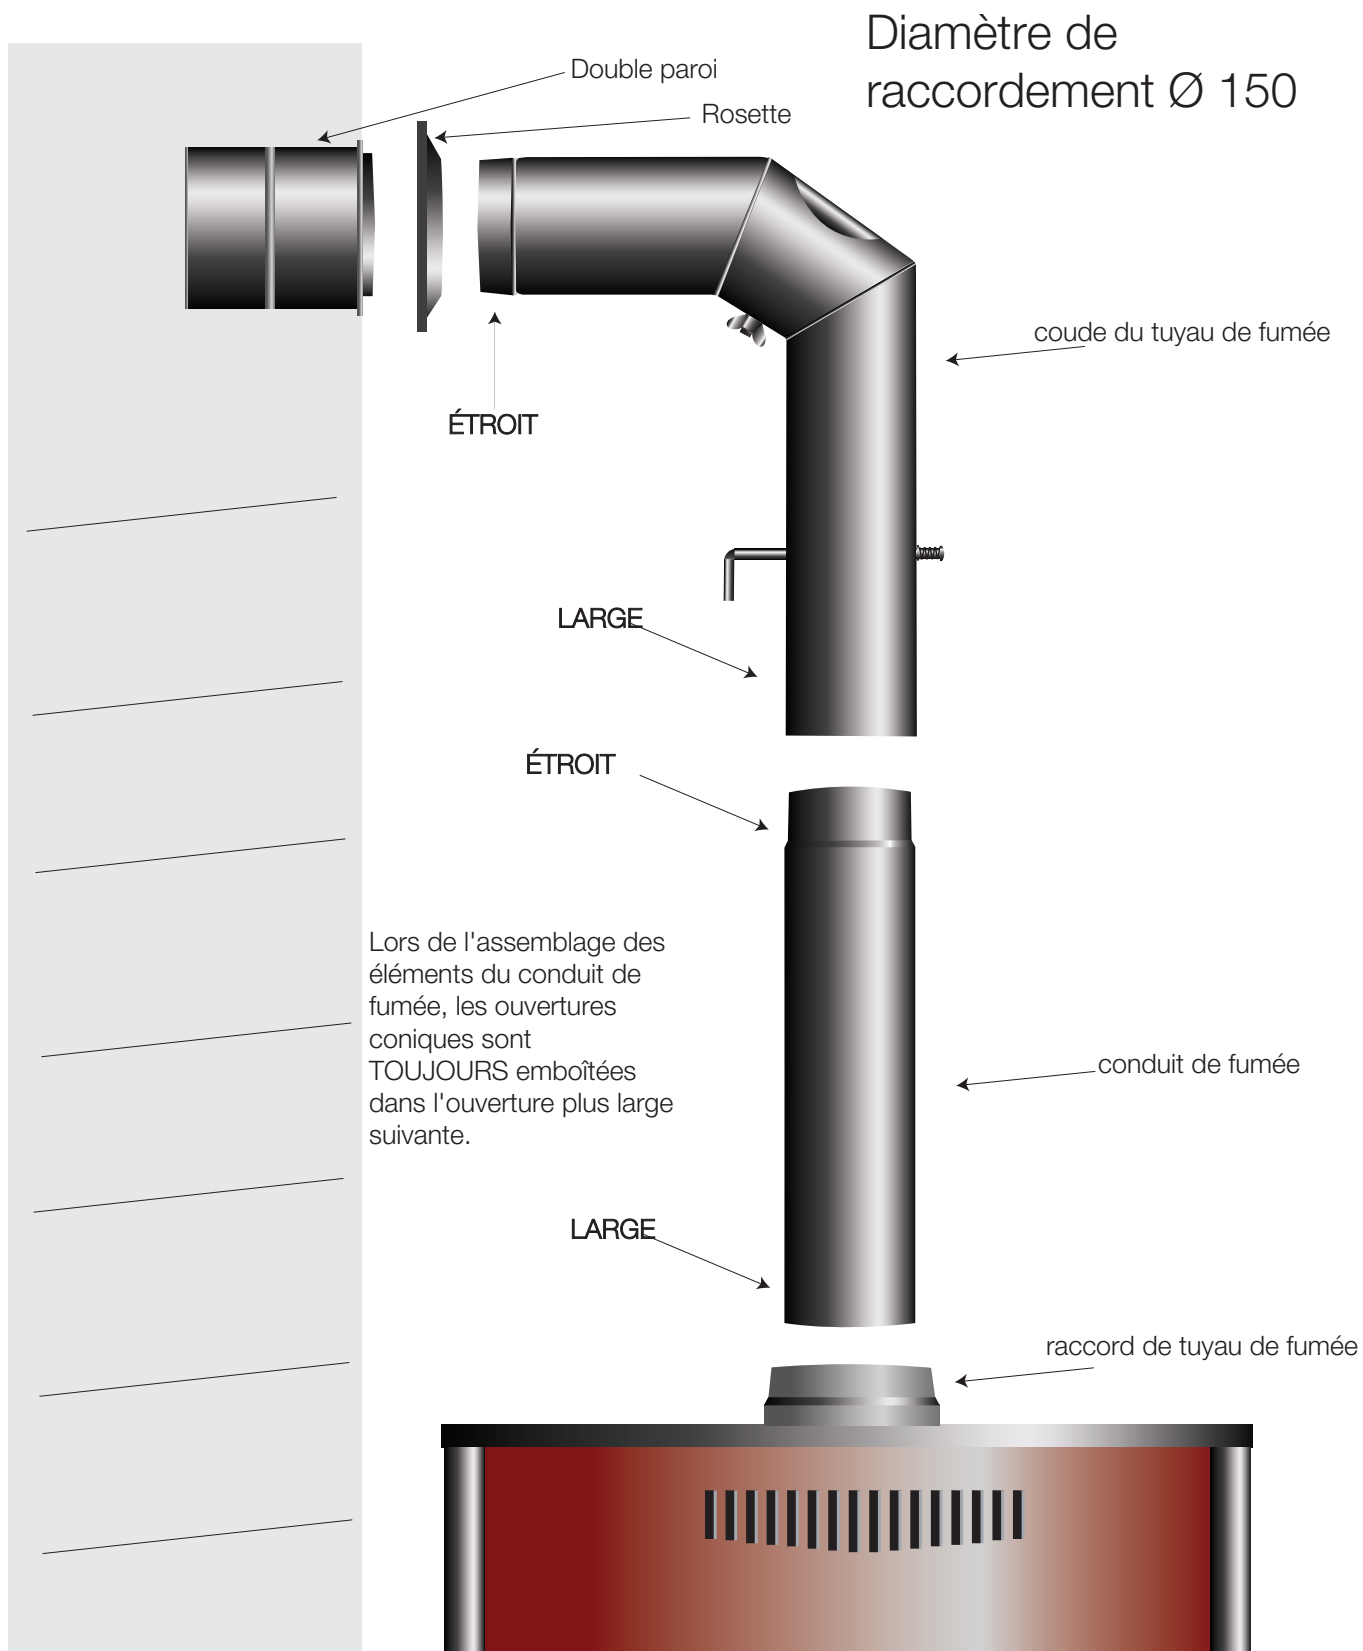

Figure 5 Raccordement du poêle à bois à la cheminée
6. Figure 5 Raccordement du poêle à bois à la cheminée	Page 8